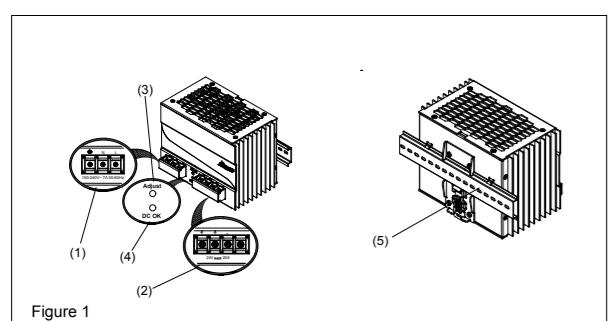
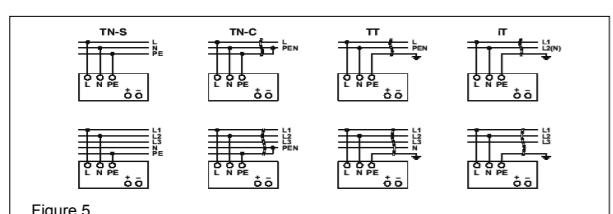

Figure 1
Figure 5
5.2. Anschluss der Eingangsklemmen (Abb. 1, Abb. 5)
2. Device description (Fig. 1)